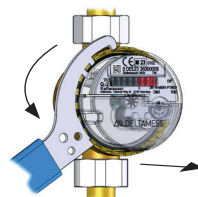

Bild 4 (Kapseltausch Aufputz)
- Entfernen Sie ggf. die Chromgarnitur. Demontieren Sie die Trockenkapsel TKS mit dem DELTAMESS-Unterputz- oder Aufputzmontageschlüssel (Bild 4). Prüfen Sie die Unterputz- oder Aufputzvormontage auf Verunreinigungen und säubern Sie diese bei Bedarf.